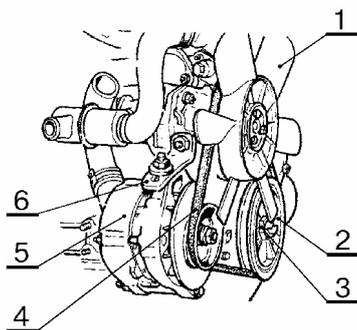

Рис.9.
- снять (при наличии) вентилятор 1, рис.9, и ремень 4 привода генератора (головка сменная 13, вороток и удлинитель или гайковерт типа ИП - 3111);